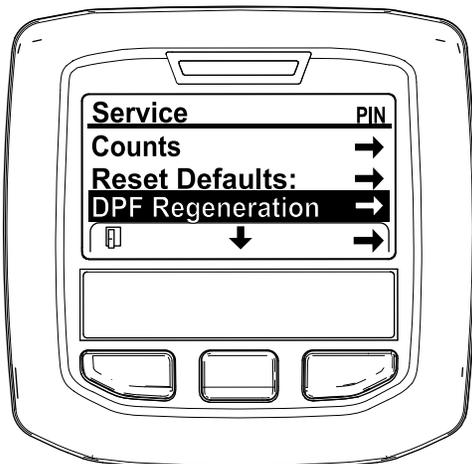

Рисунок 49
3. В SERVICE MENU (МЕНЮ ТЕХОБСЛУЖИВАНИЯ) нажмите и удерживайте в нажатом положении среднюю кнопку, пока не появится опция DPF REGENERATION (РЕГЕНЕРАЦИЯ DPF), затем нажмите правую кнопку, чтобы выбрать опцию DPF REGENERATION (РЕГЕНЕРАЦИЯ DPF) (Рисунок 49).